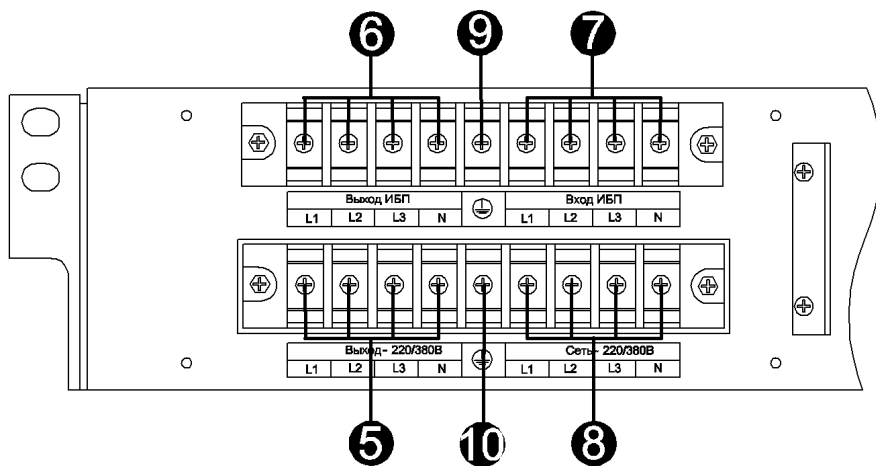

Рисунок 2 – Вид клеммных блоков модуля MBS 3/3 10K
- соблюдая фазировку соединить клеммные блоки входа переменного тока ИБП с клеммным блоком 9 и клеммными блоками 7 (см. рисунок 2) модуля;
- соблюдая фазировку соединить клеммные блоки выхода переменного тока ИБП с клеммными блоками **6** (см. рисунок 2) модуля;
- соблюдая фазировку подключить проводники нагрузки к клеммному блоку **10** и клеммным блокам **5** (см. рисунок 2) модуля;
- соблюдая фазировку подключить сетевые проводники к клеммному блоку **10** и клеммным блокам **8** (см. рисунок 2) модуля;